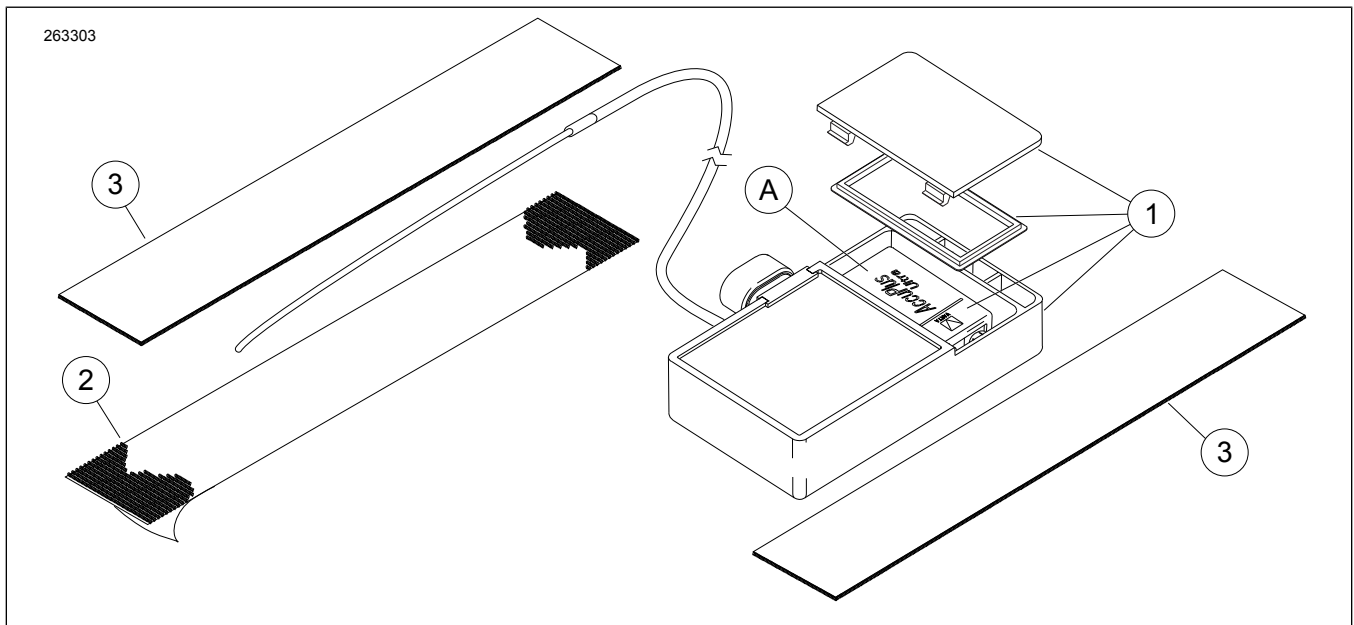

Figura 1. Contenido del kit: Kit del sistema de seguridad de la sirena Smart Siren II
16. Limpie la zona en la estructura (5) delante de la ranura (4), a la izquierda de la funda del llenador de combustible. Vea *Tiras adhesivas*.
17. Vea la Figura 1. Quite la cinta protectora del respaldo adhesivo del sujetador de gancho (2). Fije el sujetador a la estructura en la zona limpiada.
18. Coloque el cable de la antena del biper de la sirena (1) hacia abajo por el centro de la mitad del sujetador instalado. Enderece la antena del biper a lo largo de la longitud del sujetador.